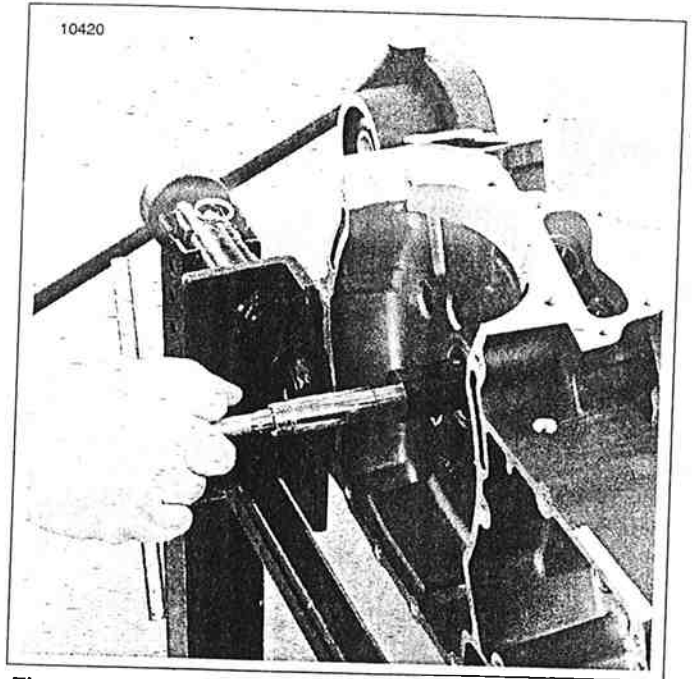

Figura 3-87. Escariado en línea del buje del eje del piñón
2. Vea la Figura 3-87. Instale la GUÍA PARA ESCARIADOR DE BUJES DEL EJE DEL PIÑÓN (HD-94812-87) en la pista de rodillos del cárter derecho. Inserte el ESCARIADOR DE BUJE DE EJE DE PIÑÓN (HD-94812-1) a través del piloto.